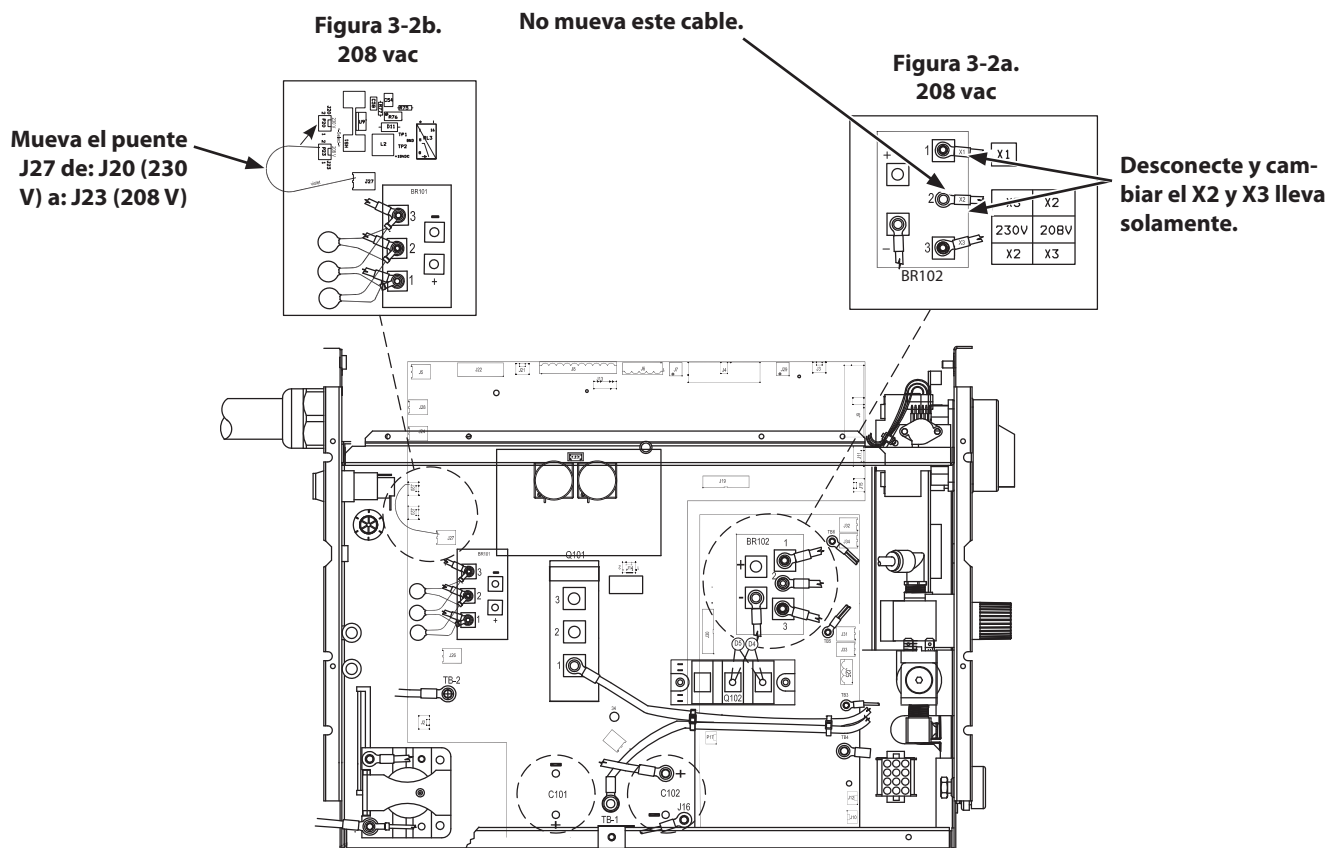

Figura 3-2. Ajuste de fábrica original de 230 VAC de entrada en Fuente de alimentación con 208/230 VAC, 60 Hz Capacidad de Potencia de Entrada
2. Busque la salida del puente de diodos (D101) (véase la Figura 3.2 A) en el lado izquierdo hacia el panel frontal. Desconecte y cambiar el X2 y X3 lleva solamente. Deje otro cable más pequeño en su lugar. Para 208 VAC de entrada, X2 está conectado a D101-2 y X3 está conectado a D101-3. Asegúrese de que las conexiones estén bien apretados a 22 in / lbs (2.5 Nm).